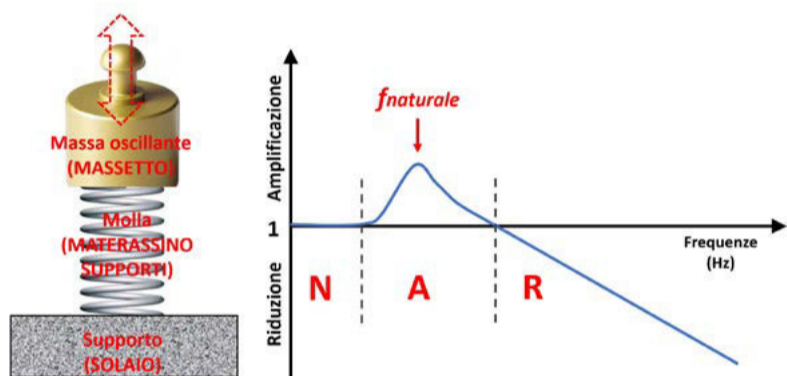

Figura 3.
Nella maggior parte dei casi le spalle e, se presenti, i rilevati di accesso sono prossimi alle sponde del corso d'acqua; in molti casi addirittura si spingono oltre la sponda, all'interno dell'alveo (**Figura 3**). In tutti questi casi un ampliamento laterale dell'alveo (erosione di sponda) può provocare l'aggiramento della struttura da parte della corrente fluviale con interruzione della strada e, nel caso, breccia nel rilevato. In sé lo scenario di danno può essere limitato, ma costituisce un pericolo per i veicoli e può causare instabilità della spalla con conseguente crollo del ponte o di sue parti.
**Figura 3.** Fiume San Bartolomeo, ponte della SS 187 a Alcamo (TP). Un evento di piena del 2021 ha causato erosione della sponda, con conseguente cedimento della struttura. (<https://www.youtube.com/watch?v=PK3qk0pM7es>)
originata sul pavimento "si trasmette al supporto". Esiste una zona "neutra" in cui la vibrazione in ingresso viene trasmessa al supporto con pari intensità, una zona in cui la stessa viene amplificata e una zona, a destra di quest'ultima, in cui si ottiene una riduzione (Figura 3).